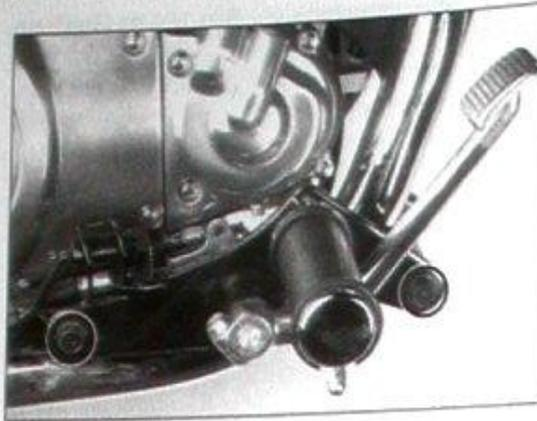
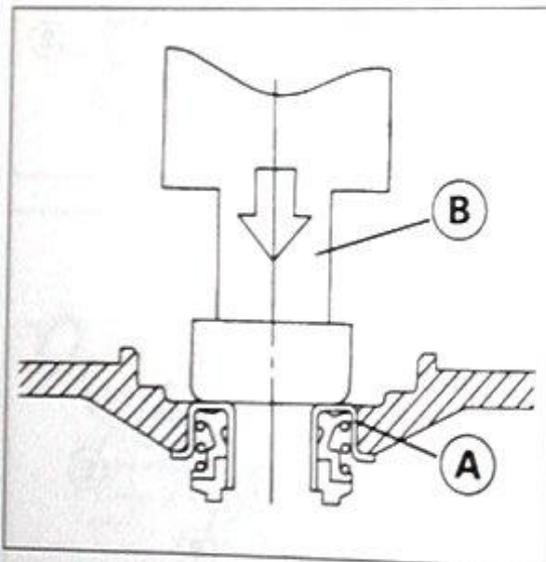

Bild 127
Bild 129
- Zwei Befestigungsschrauben ausdrehen und rechte Fussraste abnehmen (Bild 127).
- Schlauchschelle (1) von Pumpe abnehmen. Befestigungsschrauben der Pumpe ausdrehen. Pumpendeckel zusammen mit Kühlmittelrohr (2) abnehmen.
- Dichtung «A» Bild 129 mit passendem Lagertreiber «B» (KAWASAKI-Spezialwerkzeug 57001-1129) aus Gehäuse herausdrücken.